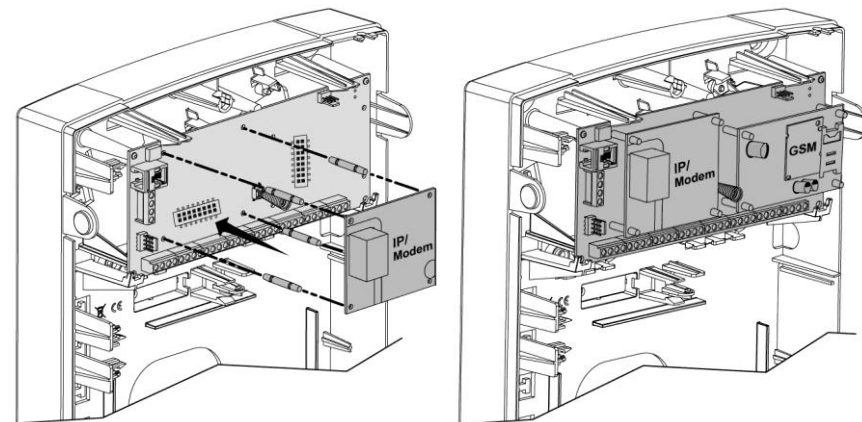

Figura 2-11 Posizionamento del modulo IP
1. Posizionare il modulo di comunicazione IP opzionale (montato sui suoi supporti cilindrici di posizionamento) come illustrato nella Figura 2-11